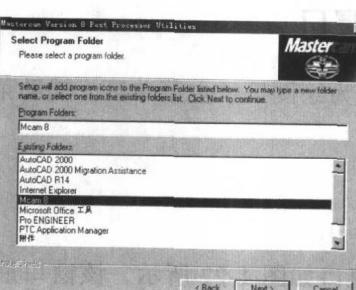

图 1-18
16) 安装后处理程式, 设置程式子目录, 选 Mcam 8, 设置好后, 选 (下一步), 如图 1-18 所示。